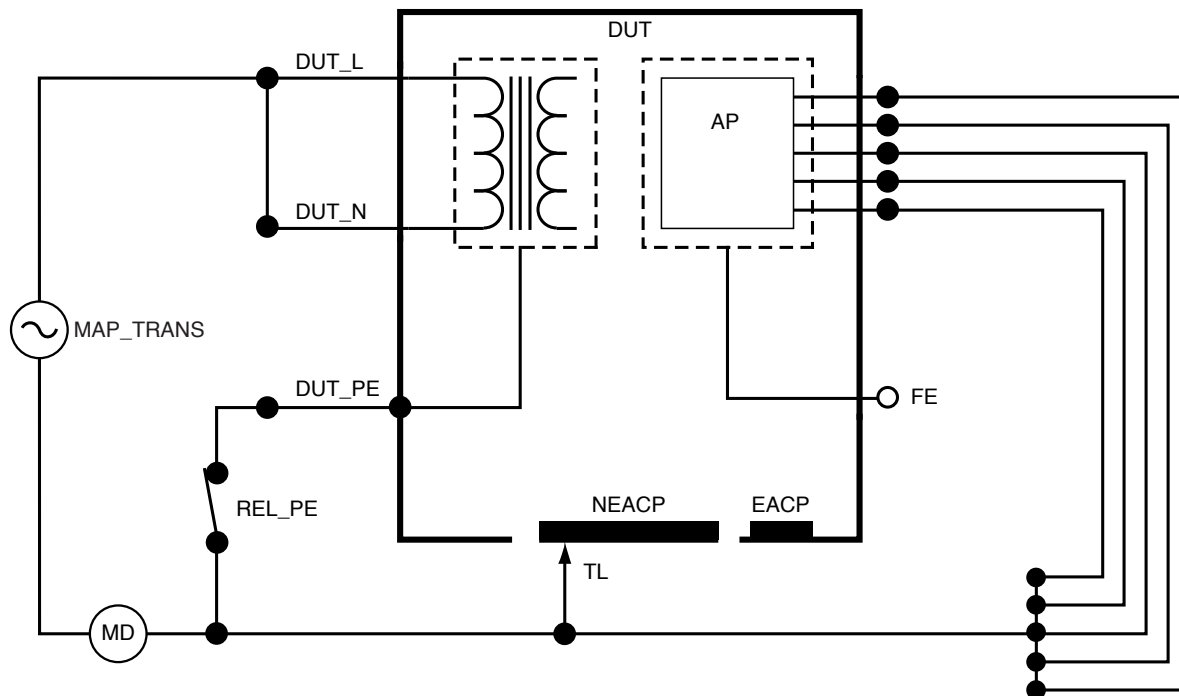

図38: 交流機器漏れ電流、概略図
- この測定中、接地閉鎖とは、図38: 交流機器漏れ電流、概略図ページの「48」に示されているように、テスト中の機器のアー